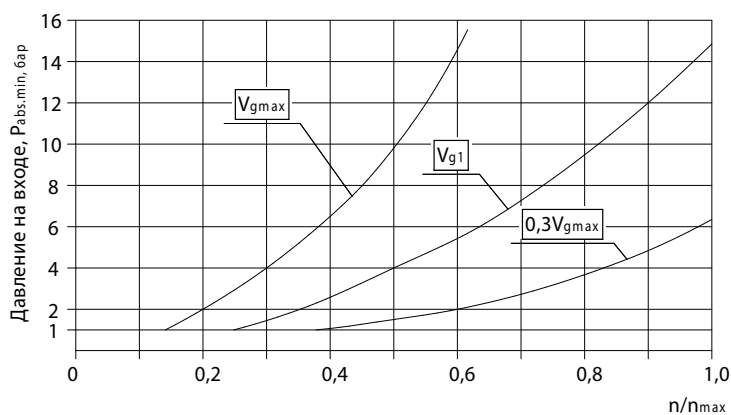

Рисунок 2. Допустимая частота вращения в зависимости от рабочего объема
5. Допустимая частота вращения гидромотора зависит от рабочего объема и определяется в соответствии с рис.2.